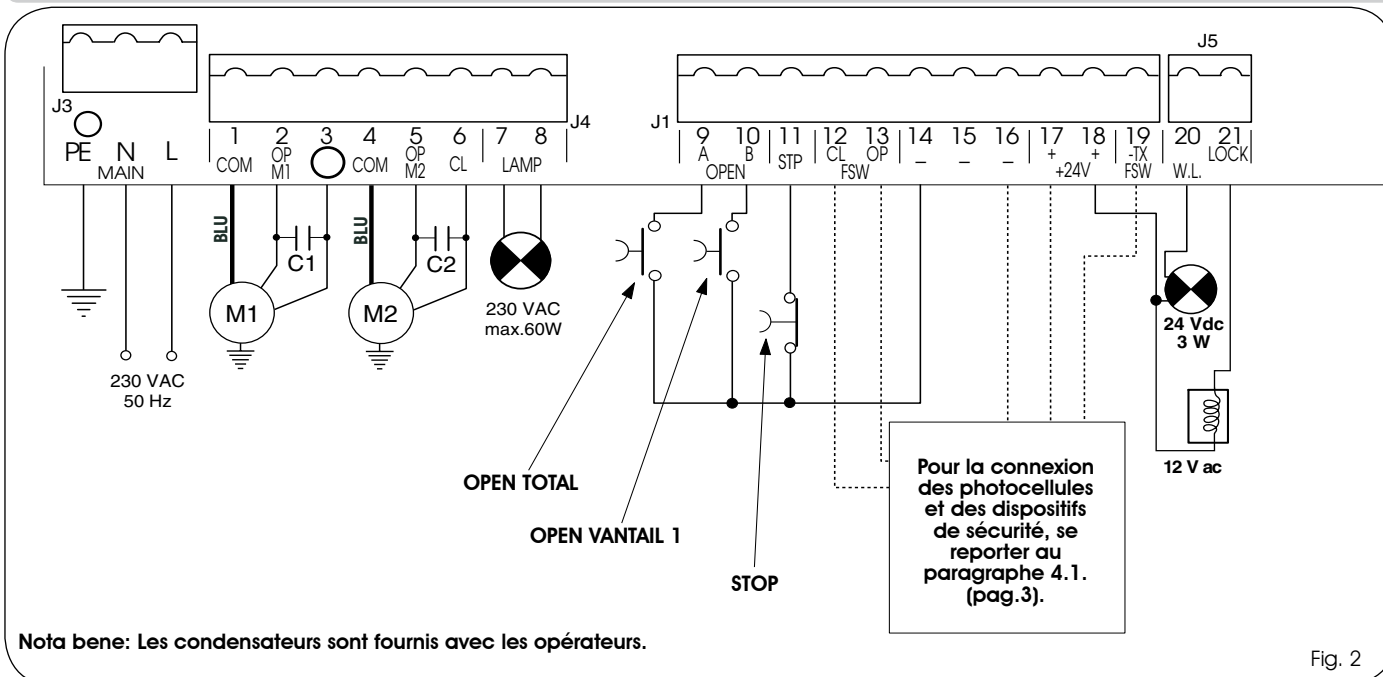

Fig. 2
- Connecter la terre à la borne spécifique prévue sur le connecteur J3 de la platine (voir fig.2).
4.2. Bornier J3 - Alimentation (fig. 2)
4.3. Bornier J4 - Moteurs et feu clignotant (fig. 2)
4.4. Bornier J1 - Accessoires (fig. 2)
4.5. Bornier J5 - Lampe-Témoin et Electroserreure (fig.2)
4.6. Connecteur J2 - Embrochage rapide (fig.2)